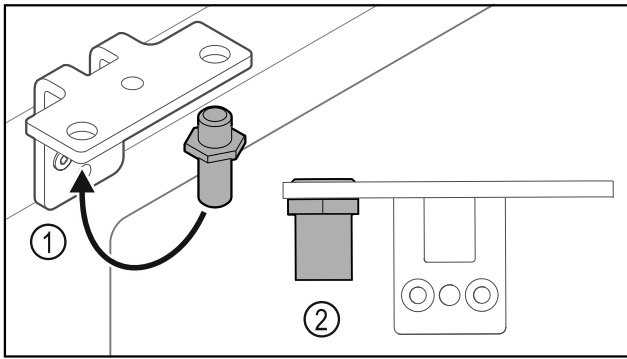

Fig. 30
- ▶ Переставьте палец Fig. 30 (1) в шарнирном уголке.
- ▶ Затяните палец Fig. 30 (2) с **моментом 12 Нм**.